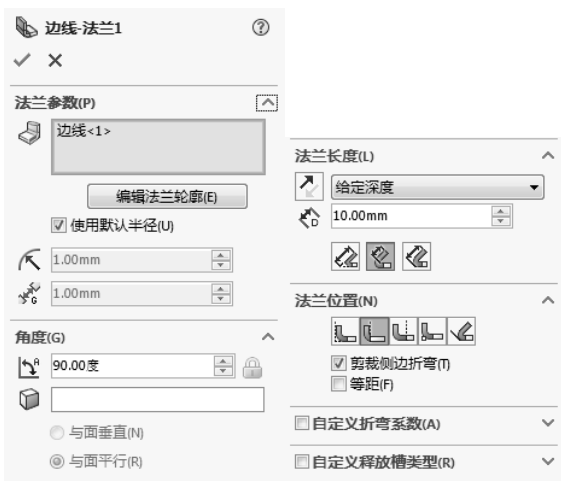
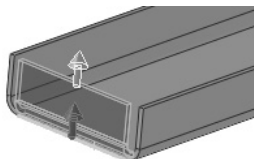
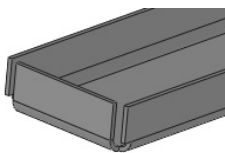

图 10-51 生成端面边线法兰的设置
图 10-52 选择边线
图 10-53 生成边线法兰
(6) 生成端面的边线法兰。单击“钣金”控制面板中的  (边线法兰) 按钮，或选择“插入”→“钣金”→“边线法兰”菜单命令，在“边线法兰”属性管理器法兰长度文本框中输入值“10”；选择“剪裁侧边折弯”，其他设置如图 10-51 所示，单击钣金零件端面的一条边线，如图 10-52 所示，生成边线法兰如图 10-53 所示。